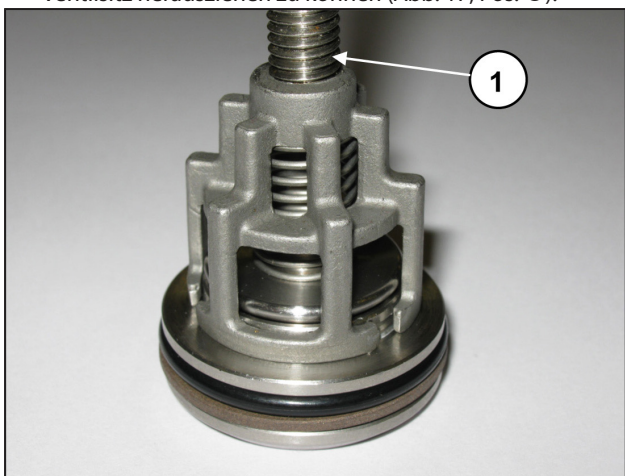

Abb. 17
- Bauen Sie die Saug- und Druckventilgruppen durch Anziehen einer ausreichend langen Schraube M10 aus, um die Ventilscheibe betätigen und die Ventilführung aus dem Ventilsitz herausziehen zu können (Abb. 17, Pos. ①).